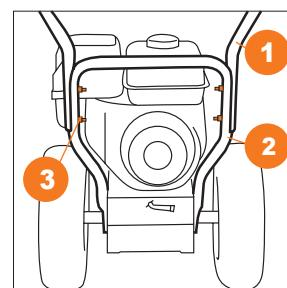

Рис. 7
- Соедините рукоятки панели оператора ① с нижней частью рукоятки ② с помощью крепежных элементов ③ (болт M8x40 – 4 шт., фигурная шайба – 4 шт., гайки M8 – 4 шт.) (Рис. 7).